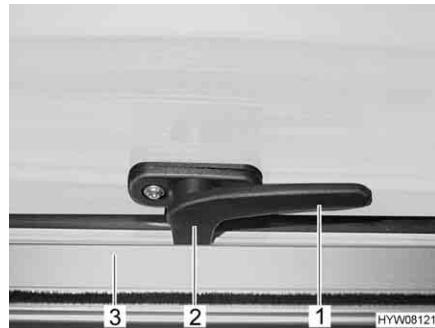

Fig. 50 Leva di serraggio in posizione "Chiuso"
Apertura: ■ Ruotare la leva di serraggio (Fig. 50,1) di un quarto di giro verso il centro della finestra.
■ Ruotare la leva di serraggio (Fig. 50,1) di un quarto di giro verso il telaio della finestra. Il nasello di chiusura (Fig. 50,2) si trova sul lato interno della chiusura della finestra (Fig. 50,3).